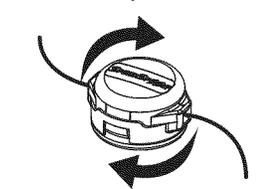

Fig. 18
La coupe décorative consiste à débayer la végétation autour des arbres, des bornes, des clôtures, etc. Tournez entièrement l'appareil de manière à ce que l'accessoire de coupe soit à un angle de 30° par rapport au sol (Fig. 18).
- Tenez le couvercle du dessus (celui avec les flèches) et tournez la tête de coupe dans le sens des aiguilles d'une montre pour embobiner la ligne sur la bobine jusqu'à ce qu'il ne reste plus que 12,7 cm (5 pouces) de ligne dépassant de chaque côté de la ligne de coupe. (Fig. 18)